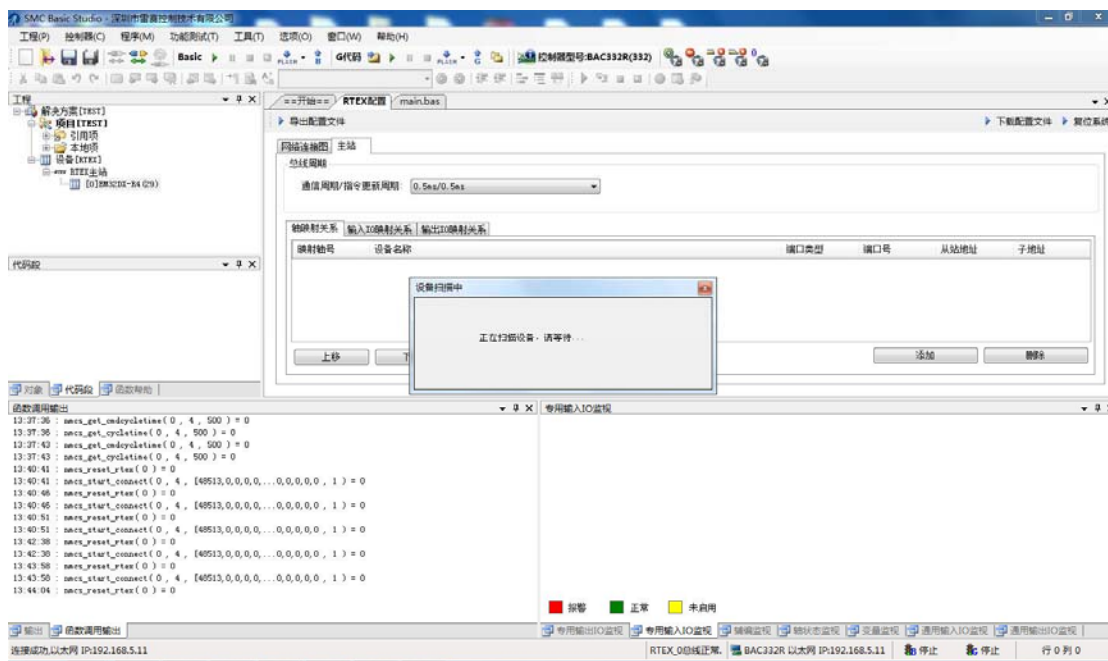

图 4.4 扫描从站
2) 扫描从站，右击“设备【Rtex】”，选择扫描从站。如图 4.4 所示：